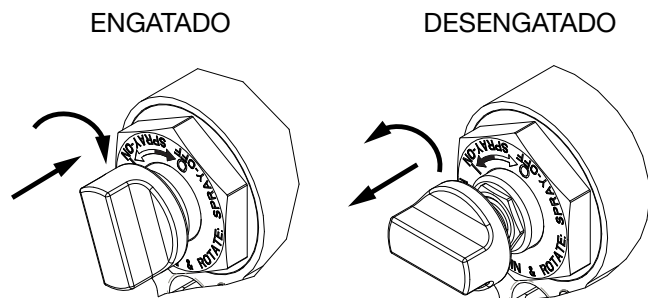

FIG. 6 Travão de segurança do pistão
- Engate o travão de segurança do pistão da pistola. Consulte a FIG. 6.
Pressione o botão e rode no sentido dos ponteiros do relógio. Se estiver engatado, a pistola não é acionada. Consulte a FIG. 6.
Pressione o botão e rode-o no sentido contrário ao dos ponteiros do relógio até ser projetado para fora. Ficará um espaço entre o botão e o corpo da pistola. Consulte a FIG. 6.
1. Engate o travão de segurança do pistão da pistola. Consulte a FIG. 6.
1. Engate o travão de segurança do pistão (G). Consulte a FIG. 6.